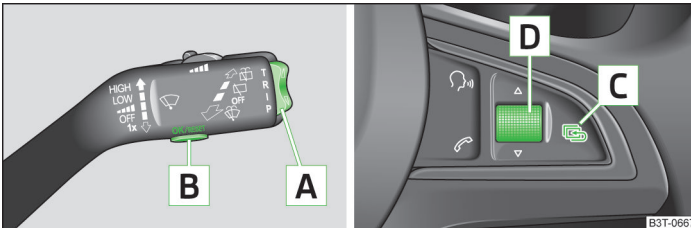

Abb. 10 Tasten (Einstellrad) am Bedienungshebel / am Multifunktionslenkrad
➤ Wiederholt kurz auf die Wipptaste oben oder unten drücken » Abb. 10.
➤ Das Einstellrad nach oben oder unten drehen » Abb. 10.
Sinkt die Außentemperatur unter +4 °C, erscheint vor der Temperaturanzeige ein Schneeflockensymbol (Glatteiswarnung) und es ertönt ein akustisches Signal. Nach dem Drücken der Wipptaste » Abb. 10 auf Seite 23 bzw. der Taste wird die Angabe dargestellt, die zuletzt angezeigt wurde.
- › Die Taste **[B]** » Abb. 10 auf Seite 23 bzw. das Einstellrad **[D]** kurz drücken.
- › Die Taste **[B]** » Abb. 10 auf Seite 23 bzw. das Einstellrad **[D]** länger drücken.
- › Mit der Taste **[A]** » Abb. 10 auf Seite 23 bzw. durch Drehen des Einstellrads **[D]** den Menüpunkt **Warnung bei** (Informationsdisplay) bzw. ⊖ (Segmentdisplay) wählen.